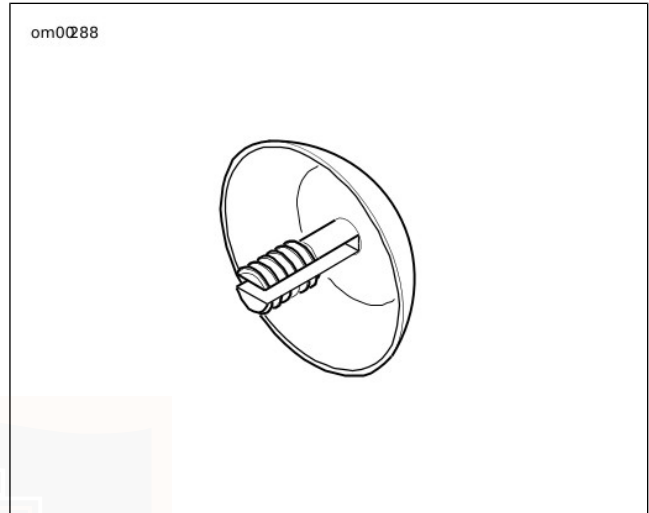

Abbildung 83. Stopfen für das Sitzbefestigungsloch
3. Siehe Abbildung 83. Unter dem Soziussitz befindet sich ein Chromstopfen auf dem Sitzrahmen.
3. Siehe Abbildung 83. Den Stopfen entfernen und nur mit dem Druck der Finger in das Loch der Sitzarretiermutter drücken.